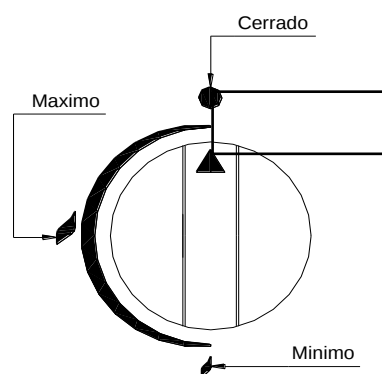

Fig. 3
- Presione el mando del quemador escogido y de un cuarto de vuelta en sentido contrario a las agujas del reloj hasta llegar a la posición de máximo (**Fig.3**).
- Para poner en mínimo el quemador gire en sentido contrario a las agujas del reloj sin presionar el mando desde la posición de máximo hasta la posición de mínimo (**Fig.3**).